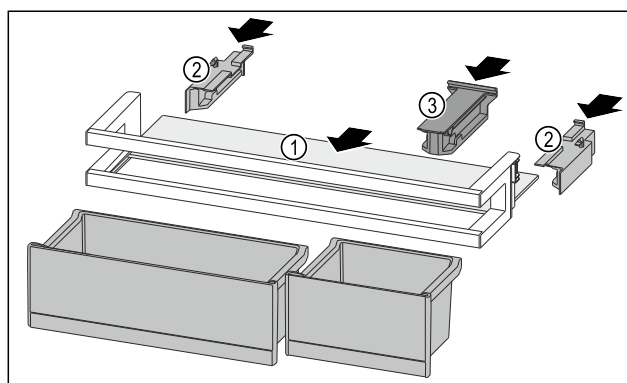

Fig. 216
- Insérer la tablette de rangement Fig. 216 (1) dans les évidements latéraux.
- Installer les parties latérales Fig. 216 (2).
- Installer la pièce de retenue Fig. 216 (3).